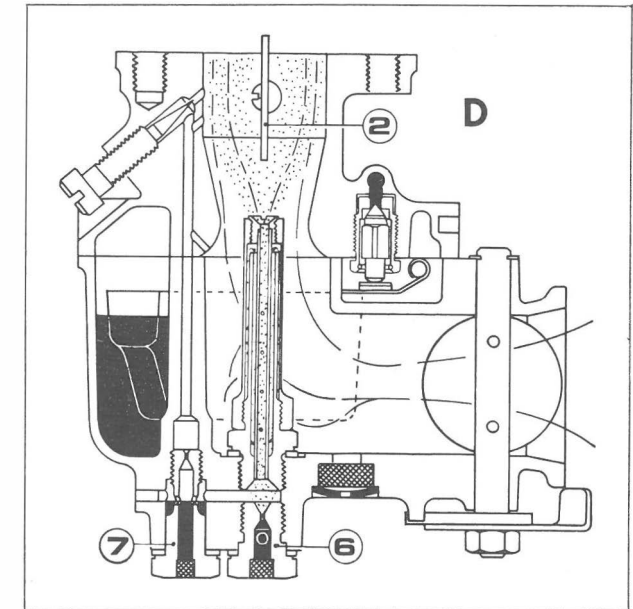

Fig. 36
D – Au maxi., avec le papillon (2) complètement ouvert, on obtient une dépression dans le conduit d'aspiration qui attire du combustible par le gicleur du maxi. (6) tandis que la sortie du mélange s'arrête à cause du manque de dépression dans le conduit du ralenti (7) (Fig. 36).
D – Maximum output: throttle valve (2) is completely open; atmospheric pressure, trying to destroy depression created at the Venturi, forces fuel out of the main jet (6), while slow running jet (7) stops fuel supply (Fig. 36).
D – Bei Vollast mit völlig geöffneter Drosselklappe (2) wird in der Mischkammer ein Unterdruck erzeugt, der den Kraftstoff von der Hauptdüse absaugt (6), während der Zufluss des Kraftstoffes aus dem Leerlaufkanal (7) wegen des fehlenden Unterdruckes unterbrochen wird (Abb. 36).